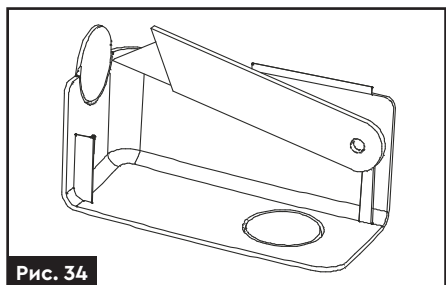

Рис. 34
2. В верхній кришці, за допомогою гострого ножа, з тильної сторони, напроти обраного варіанту розташування патрубка, виріжте отвір (**рис. 34**).